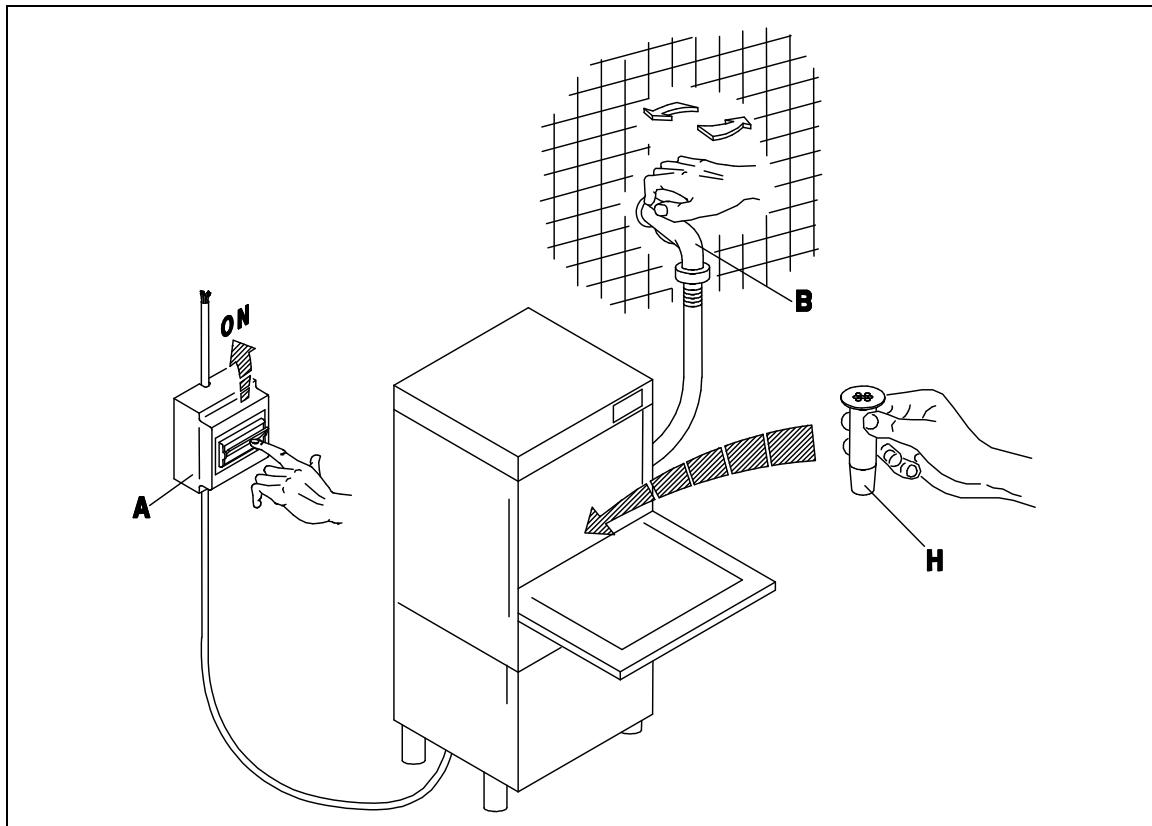

Рис. 3-1
- Откройте водопроводный кран (B), включите главный выключатель (A). Включите главный выключатель прибора (1), загорится индикаторная лампочка (A), указывая на то, что машина находится под напряжением. Когда дверь закрыта, прибор заполняется водой и в конце полного наполнения автоматически включаются нагревательные элементы ванны и бойлера. Когда нагревательные элементы активированы загораются индикаторные лампочки (D) и (E). Когда обе лампочки погаснут, вода достигнет заданных температур, и прибор будет готов к циклу мойки. (Рис.3-1 ÷ 3-2)
- Turn on the water tap (B) and switch on the master switch (A). Turn the appliance ON switch (1), which will cause the warning light (A) to illuminate, indicating that the machine is live. When the door is closed the appliance fills with water. When it is full, the tub and boiler heating elements come on automatically in alternation. When the elements are activated, the warning lights (D) and (E) are illuminated. When both warning lights go out the water has reached the set temperature and the appliance is ready to begin the washing cycle. (fig. 3-1÷3-2)
- Öffnen Sie den Wasserhahn (B) und betätigen Sie den Hauptschalter (A). Beim Betätigen des Hauptschalters (1) am Geschirrspüler wird die Anzeige (A) aufleuchten, an der Sie erkennen können, daß die Maschine unter Spannung steht. Bei geschlossener Tür läuft Wasser in die Maschine; ist die nötige Wassermenge einmal erreicht, so schalten die Heizungen des Tanks und des Boilers automatisch, eines nach dem anderen, ein. Der Betrieb der Widerstände wird durch das Aufleuchten der Anzeigen (D) und (E) erkennbar. Beide Leuchtanzeigen erlöschen, wenn das Wasser eine vorbestimmte Temperatur erreicht hat, d. h. wenn die Maschine betriebsbereit ist. (fig. 3-1÷3-2)
- Ouvrir le robinet (B) et insérer l'interrupteur général (A). Ouvrir l'interrupteur principal de l'appareil (1), le voyant (A) s'allumera ce qui signifie que la machine est branchée. L'appareil se remplit d'eau avec porte fermée et à la fin du chargement les éléments chauffants de la cuve et du boiler entrent automatiquement en action en alternance. Les voyants (D) et (E) s'allument quand les éléments chauffants fonctionnent. Les deux voyants s'éteignent dès que l'eau a atteint la température programmée et l'appareil est prêt pour commencer le lavage. (fig. 3-1÷3-2)
- Abrir el grifo del agua (B), conectar el interruptor general (A). Activar el interruptor principal del aparato (1); el encendido de la luz testigo (A) indica que la máquina está en tensión. Con puerta cerrada el aparato se llena de agua y cuando la carga esté terminada se conectarán automáticamente las resistencias del tanque y de la caldera en la alternación. El funcionamiento de las resistencias es señalado por el encendido de las luces indicadoras (D) y (E). Cuando ambas luces se apaguen, el agua habrá alcanzado la temperatura programada y el aparato estará listo para empezar el lavado. (fig. 3-1÷3-2)